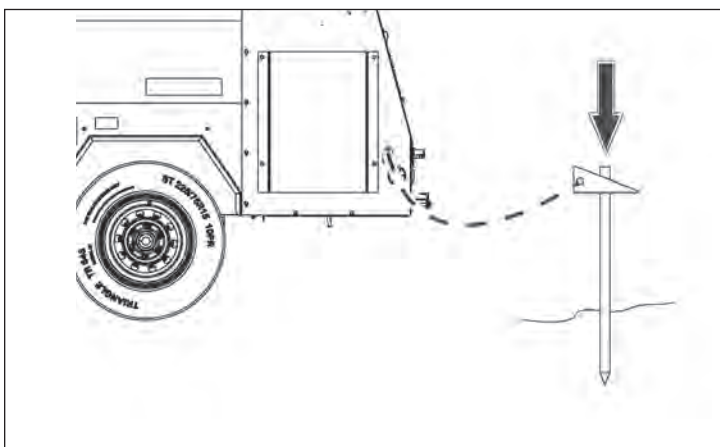

Figura 15
3. Ubique la orejeta de conexión a tierra en la parte posterior izquierda del chasis del remolque. Consulte la Figura 15. Ubique un punto en el suelo a una distancia no superior a 1,5 m desde la orejeta de conexión a tierra. Coloque la varilla de conexión a tierra en el suelo en este punto.